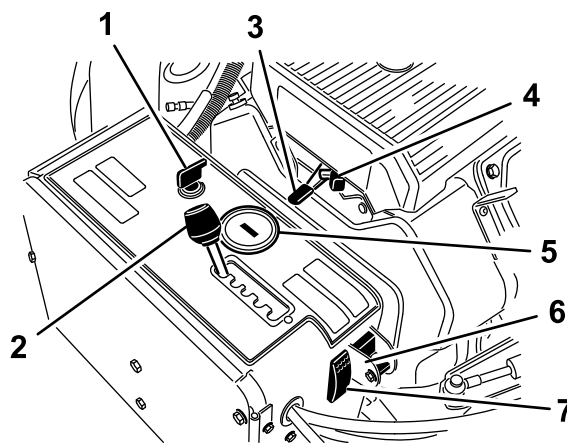

Figura 12
Utilize o interruptor de ignição (Figura 12) para ligar e desligar o motor. O interruptor tem 3 posições:
Mova a alavanca de espaçamento do arejador (Figura 12) para o intervalo entre furos pretendido ou para T para transporte.
Utilize a alavanca do acelerador (Figura 12) para controlar a velocidade do motor. Deslocar a alavanca do acelerador para a frente aumenta a velocidade do motor (posição RÁPIDO); Deslocar para trás diminui a velocidade do motor (posição LENTO). A velocidade do motor regula a velocidade da cabeça de perfuração e controla a velocidade da máquina.
- Quando o motor é desligado, o contador de horas/conta-rotações (Figura 12) apresenta o número de horas que o motor trabalhou.
Utilize o ar quando ligar um motor frio (Figura 12).
Rode o dispositivo para a posição em baixo para desligar a função TrueCore (Figura 12). Retire o parafuso para ter acesso ao dispositivo manual.
Prima o interruptor de reinicialização do sistema (Figura 12) para subir a cabeça de perfuração, se a máquina ficar desativada (por exemplo, a máquina fica sem combustível).